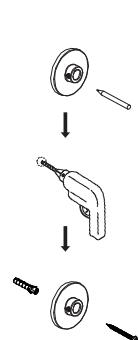

Figura 12
- c) Instale el soporte de pared en la posición marcada (Figura 12). Cubra la barra de ducha termostática para evitar el polvo.